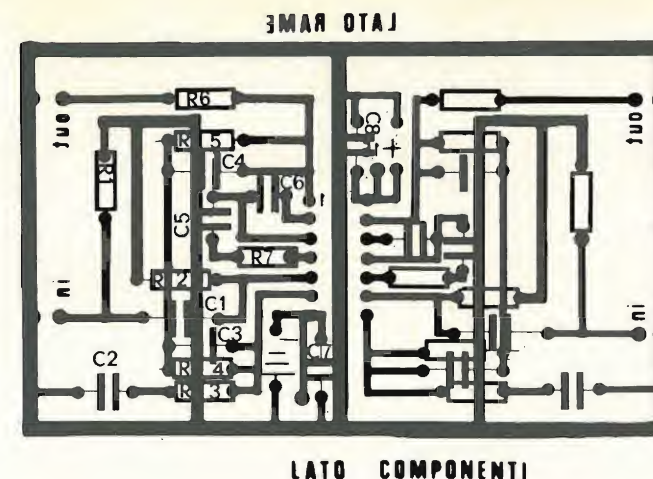

figura 5
- 2) A pagina 86 la figura 4 e la figura 5 sono invertite.
Infatti la figura 5 rappresenta lo schema del circuito stampato lato rame e va capovolta.